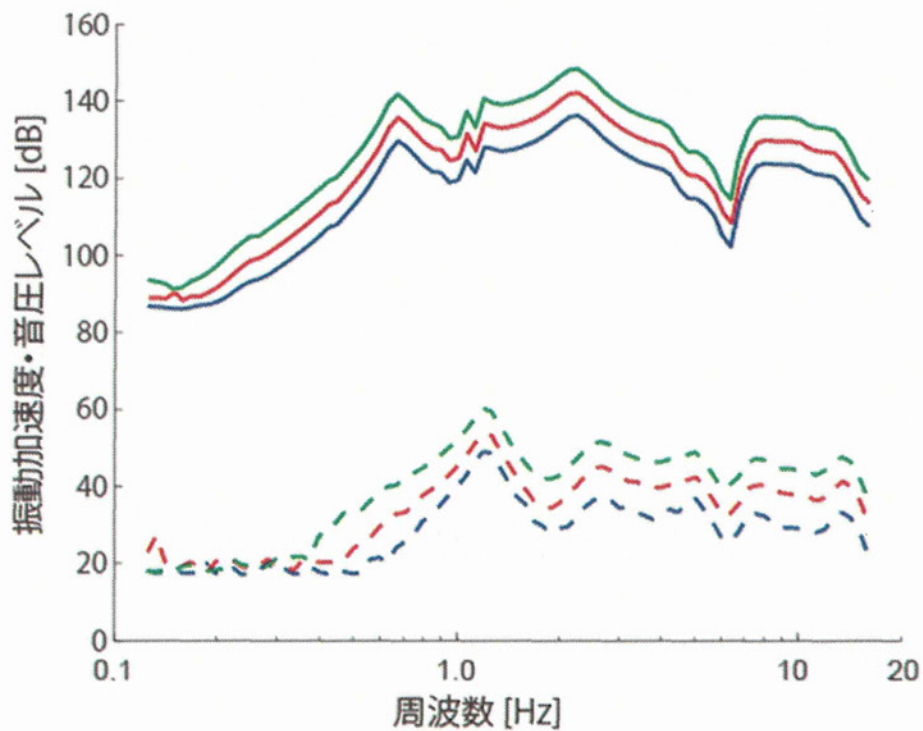

図 65 振動子の振動加速度レベル (実線) と音圧レベル (点線) (—: 2 V, - - : 1 V, — : 0.5 V)
振動子が発する振動と音の周波数的特徴を図 65 に示す。加速度振動レベル・音圧レベルは式 (16) により求まり、 P_{ref} は加速度振動レベルで 10^{-6} m/s^2 、音圧レベルで $20 \times 10^{-6} \text{ Pa}$ である。